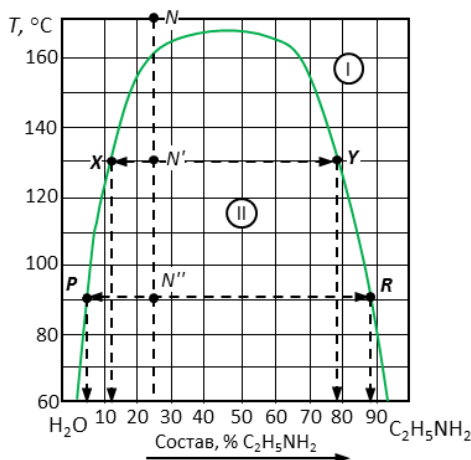

Рис. 8. Решение примера 2.
6. Определить состав расслаивающихся жидкостей в точках N' и N'' , как показано на рис. 8 и зафиксировано в табл. 2. При этом следует учитывать, что жидкость 1 представляет насыщенный раствор анилина в воде, а жидкость 2 – раствор воды в анилине. Соответственно точки X и P отображают состав $Ж_1$, а точки Y и R – состав жидкости 2.